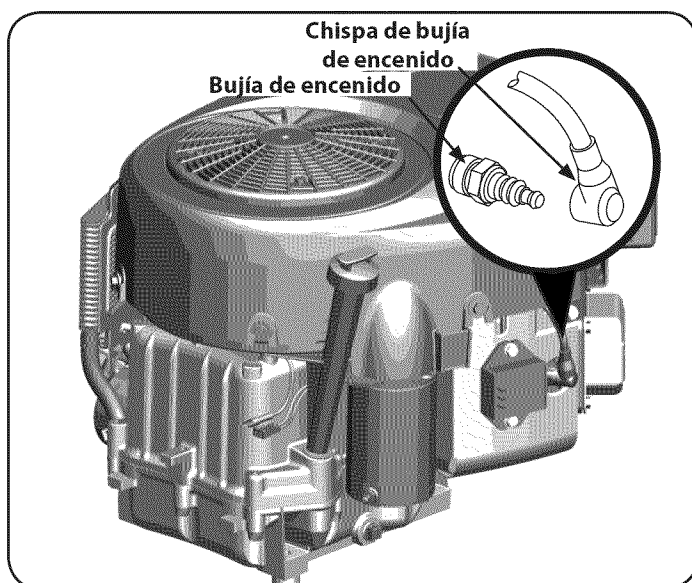

Figura 26
1. Retire la funda de la bujía y el uso de una llave de bujía para quitar el tapón, la Figura 26.